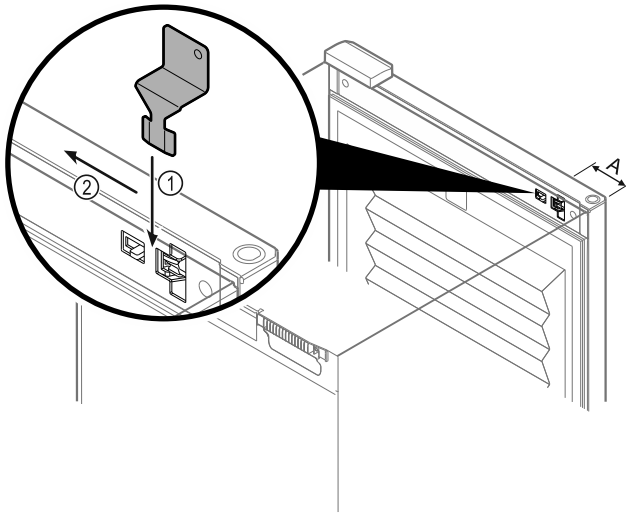

Fig. 204
- ▶ A vészkireteszelő kulcsot a megadott helyen helyezze el Fig. 204 (A)  $\approx 100$  mm.
- ▶ Dugja be ütközésig a vészkireteszelő kulcsot fentről az ajtó és a készüléktest közé Fig. 204 (1).
- ▶ Húzza a vészkireteszelő kulcsot a zsanéroltal felé Fig. 204 (2).